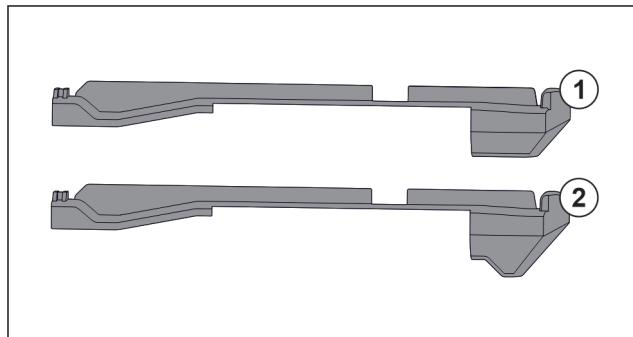

Fig. 52 Порівняння вставних частин
У пристрої є дві різні вставні частини. Вставна частина над самим нижнім висувним ящиком Fig. 52 (2) має трикутний край. Всі інші вставні частини Fig. 52 (1) мають прямий край.
- Розмістити вставну частину Fig. 52 (2) з трикутним краєм над самим нижнім висувним ящиком.
- Розмістити вставну частину Fig. 52 (1) з прямим краєм у всіх інших місцях.